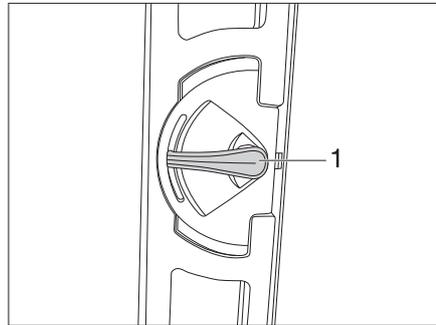
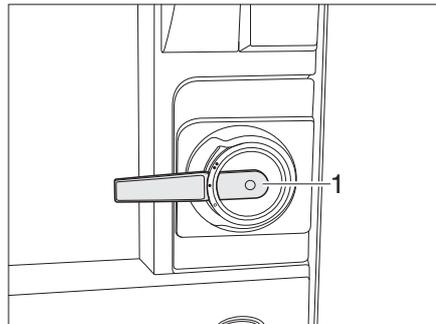

Fig. 22 Variante 1: Serrure de la porte de cellule, à l'intérieur, ouverte
Fig. 24 Variante 2: Serrure de la porte de cellule, à l'intérieur, ouverte
*Ouvrir:* ■ Pousser la poignée de porte (Fig. 22,1 ou Fig. 24,1) vers le bas.